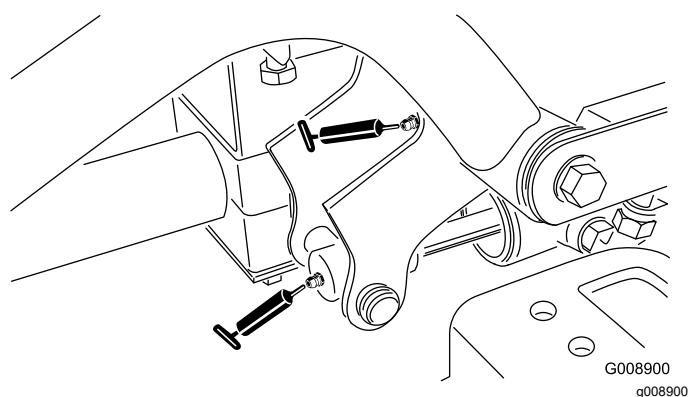

Рисунок 43
- Цилиндр поворота и подъема правого переднего подъемного рычага (2 места) (Рисунок 43)